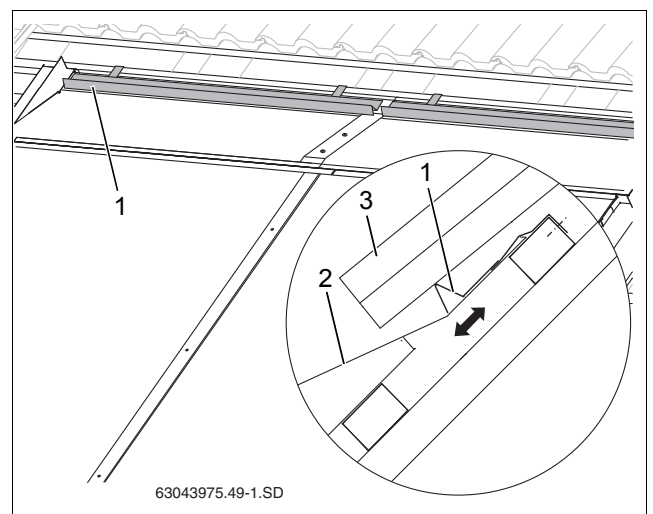

Рис. 60 Укладка и крепление опор для черепицы
- как можно дальше перекрыть накладной лист (рис. 60, [2]), при этом не касаясь его и
- ▶ Установите опору (рис. 60, [1]) в нужном положении и прикрепите к обрешетке.
- ▶ Положите обрезанные черепицы (рис. 60, [3]).